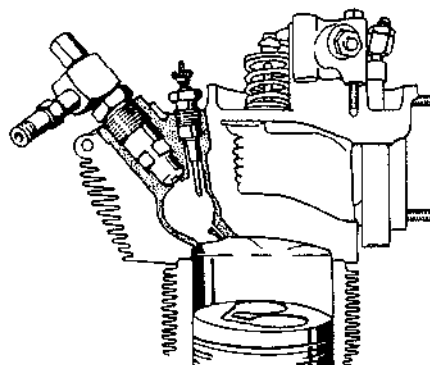

Рис. 7
2. Рычаг регулятора числа оборотов 1 /рис.7/ вручную или при помощи ножного привода переместить на 1/4 полного хода.